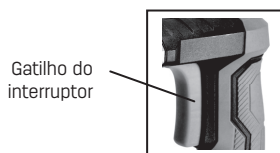

Fig. 2
O cinzel tem um interruptor de LIGAR (ON)/DESLIGAR (OFF) (ver Fig. 2) embutido no punho. Ao segurar o cinzel com as duas mãos, basta premir o gatilho e o motor arranca. Para desligar, soltar o gatilho.